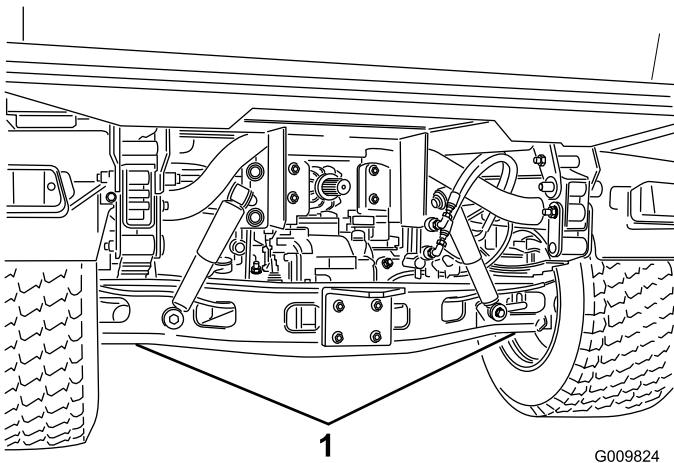

Figura 32
- El punto de apoyo del gato en la parte delantera de la máquina se encuentra en el travesaño central delantero del bastidor (Figura 31), y en la parte trasera está debajo del tubo del eje (Figura 32).